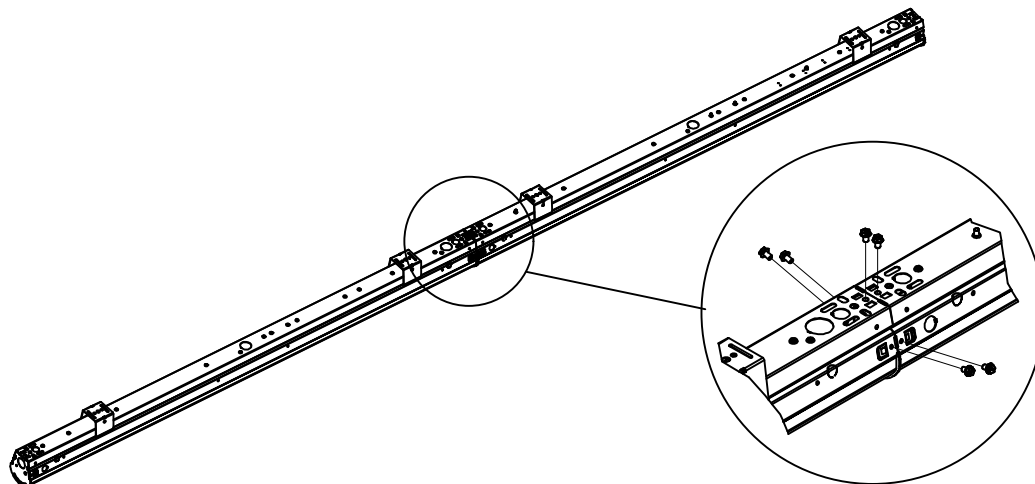

Figure 9: Configuration Mont Row
- 4) Installez les vis indiquées sur la figure 9 et établir des connexions électriques à l'intérieur luminaire en conformité avec le Code national et les règlements locaux. Reportez-vous à la page 2 pour l'installation du support de LED et la lentille.